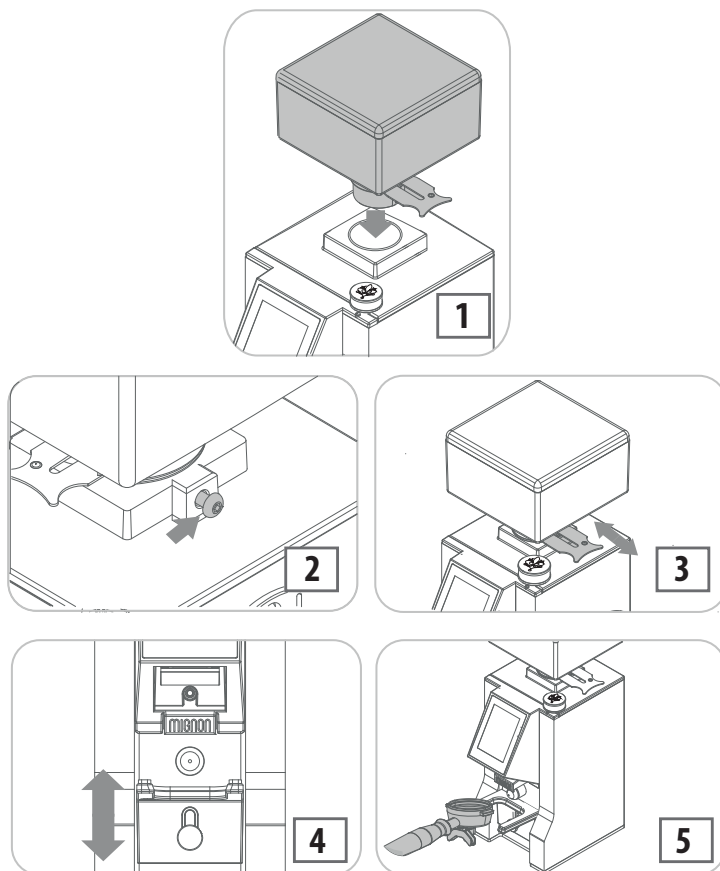

рис. 7.1 - Предварительные операции
- Установите контейнер для кофейных зерен в гнездо (1 - рис. 7.1), расположив его так, чтобы отверстие совмещалось с винтом сзади (2 - рис. 7.1)
- Нажмите на рычажок, чтобы закрыть подачу кофейных зерен (3 - рис. 7.1).
- Поверните ручку (4 - рис. 7.1), чтобы отрегулировать высоту вилки портафильтра. Когда вилка будет установлена на нужной высоте, снова затяните ручку.